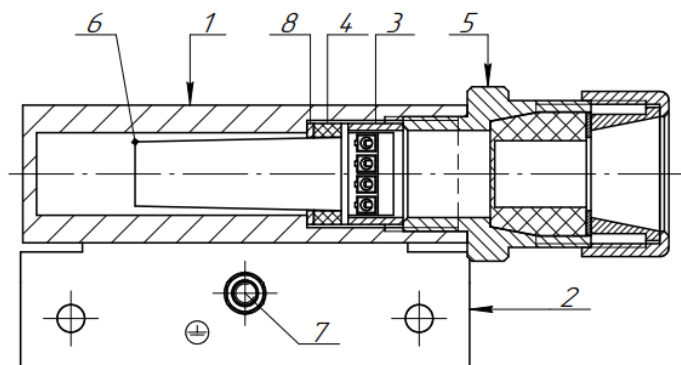

Рис.2 Конструкция и обеспечение взрывозащиты исполнительного блока Ex ИО102 МК
4.2 Конструкция и обеспечение взрывозащиты исполнительного блока Ех ИО102 МК показаны на рис.2.
7.3 Для монтажа необходимо выкрутить кабельный ввод и извлечь: шайбу поз.7, кольцо уплотнительное поз.5, втулку поз.6, герконовый узел поз.2 (рис.2). Произвести разделку кабеля под клеммные зажимы.
7.6 Собрать извещатель в следующем порядке (рис.2) и в соответствии с одним из вариантов применяемого кабельного ввода (рис.4):